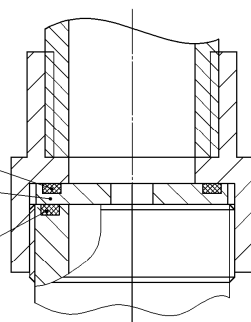

Рисунок 4
2.5 Для МПГ, предназначенных для хранения ГОТВ – сжатые газы (азот, аргон, инерген), в случае применения их с УВ, дополнительно необходимо применять дроссельный комплект, состоящий из шайбы и уплотнительного резинового кольца 030-034-25-2-2 ГОСТ 9833-73 (рисунок 4). Дроссельный комплект устанавливается между УВ и ЗПУ МПГ для МПГ с разрывным элементом или между УВ и угольником для МПГ с клапанным затвором.